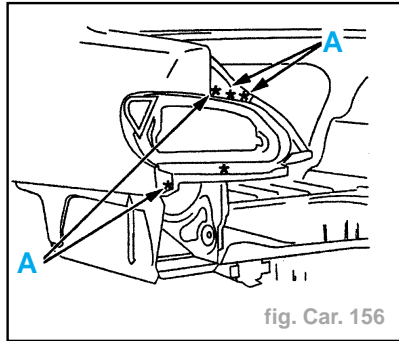

fig. Car. 156
- Découper par fraisage des points (par l'intérieur suivant **A**) (fig. CAR.156).